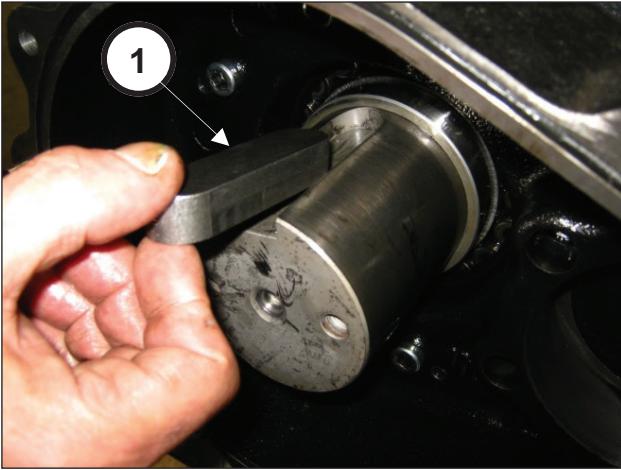

Fig. 61
Insérer la clavette 22x14x100 dans le logement de l'arbre (rep. ①, Fig. 61).